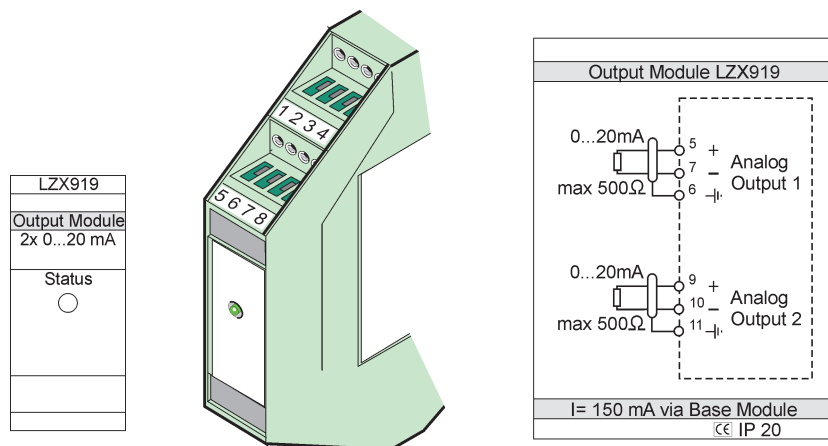

Рисунок 78 Внешний модуль вывода
3. Выполните соответствующие соединения, как показано на Рисунок 78 и Таблица 51.